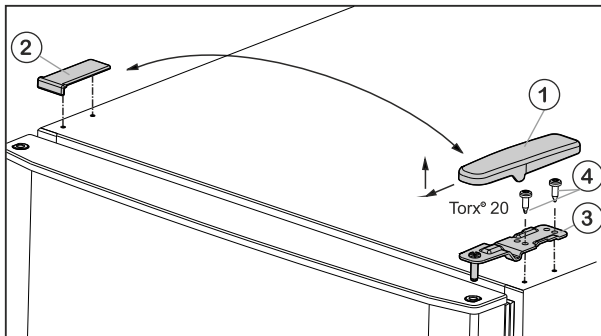
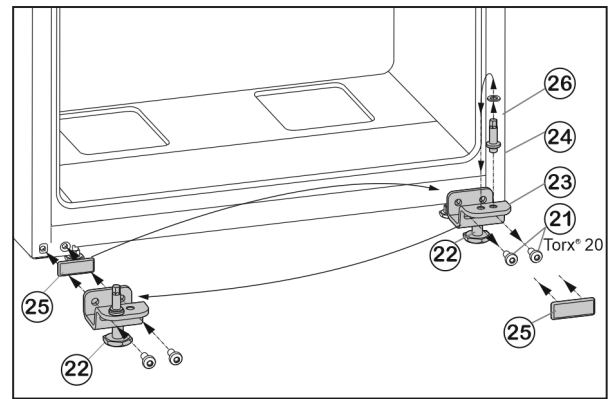

Fig. 5
Fig. 7
- ▶ Enlever le cache Fig. 5 (1) vers l'avant et vers le haut.
- ▶ Retirer le cache Fig. 5 (2).
- ▶ Dévisser le support d'appui supérieur Fig. 5 (3) (2 Torx® 20) Fig. 5 (4) et retirer vers le haut.
- ▶ Desserrer les vis de fixation Fig. 7 (21).
- ▶ Retirer l'ensemble du support de palier inférieur Fig. 7 (23) avec le boulon de palier Fig. 7 (24), la rondelle Fig. 7 (26) et le pied de réglage Fig. 7 (22).
- ▶ Dévisser l'ensemble du boulon de palier Fig. 7 (24) avec la rondelle Fig. 7 (26), déplacer le tout dans le trou de préhension du côté opposé du support de palier et revisser fermement.
- ▶ Retirer avec précaution la plaque de recouvrement Fig. 7 (25) et la déplacer du côté opposé.
- ▶ Revisser l'ensemble du support de palier inférieur Fig. 7 (23) avec le boulon de palier Fig. 7 (24), la rondelle Fig. 7 (26) et le pied de réglage Fig. 7 (22) du côté de la nouvelle charnière, au besoin à l'aide d'une visseuse sans fil (**en appliquant un couple de 4 Nm**).
- ▶ Placer la porte inférieure depuis le haut sur le boulon Fig. 7 (24).
- ▶ Remettre en place le support de palier du milieu (13) à 180° dans la porte inférieure et la visser solidement à l'aide des vis de fixation (11) (2 fois Torx® 20) sur le nouveau côté de la charnière (**avec 4 Nm**).
- ▶ Remettre en place la rondelle de plastique (10).
- ▶ Mettre en place la porte supérieure sur le support de palier (13).
- ▶ Placer le support d'appui supérieur Fig. 5 (3) sur le nouveau côté charnière de porte.
- ▶ Revisser le support de palier (**en appliquant un couple de 4 Nm**) (2 Torx® 20) Fig. 5 (4). Utiliser au besoin une visseuse sans fil.
- ▶ Remettre en place l'habillage Fig. 5 (1) du côté opposé depuis l'extérieur et l'enclencher.
- ▶ Remettre en place l'habillage Fig. 5 (2) du côté opposé depuis le dessus et l'enclencher.
- ▶ Dévisser le pied de réglage Fig. 7 (22) au niveau du support de palier inférieur Fig. 7 (23) jusqu'à ce qu'il repose au sol.